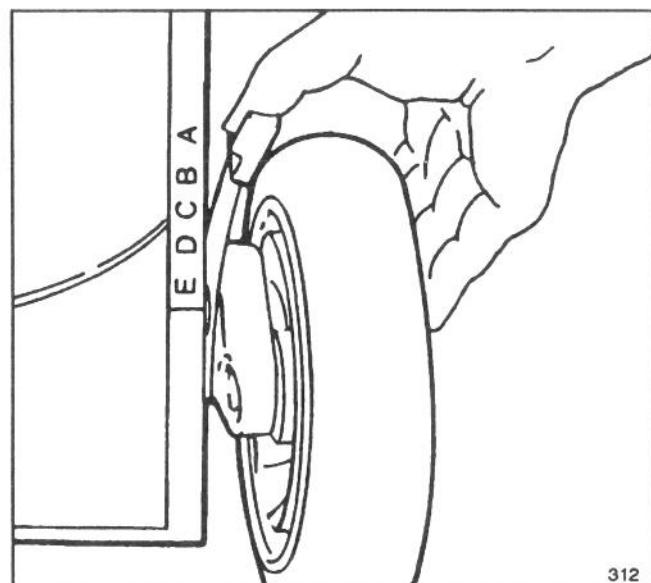

Figure 14
Les cinq lettres imprimées en relief sur le carter de la tondeuse représentent les différentes hauteurs de coupe (Fig. 14).
2. Pour faciliter le réglage, soulever le carter de la tondeuse de manière à ce que la roue ne touche plus le sol. **Ne pas placez les doigts au-dessous de la tondeuse lorsqu'elle est soulevée.** Tirer le levier de réglage contre la roue et le placer sur le cran désiré (Fig. 14). Vérifier que le goujon du levier soit bien engagé dans le logement du carter de la tondeuse. Régler toutes les roues à la même hauteur.